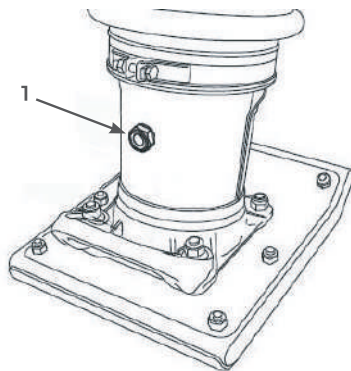

РИС. 5
2. На задней стороне рабочего цилиндра расположена пробка 1 со смотровым отверстием для контроля уровня масла (Рис. 5). Уровень масла должен находиться посередине смотрового отверстия.